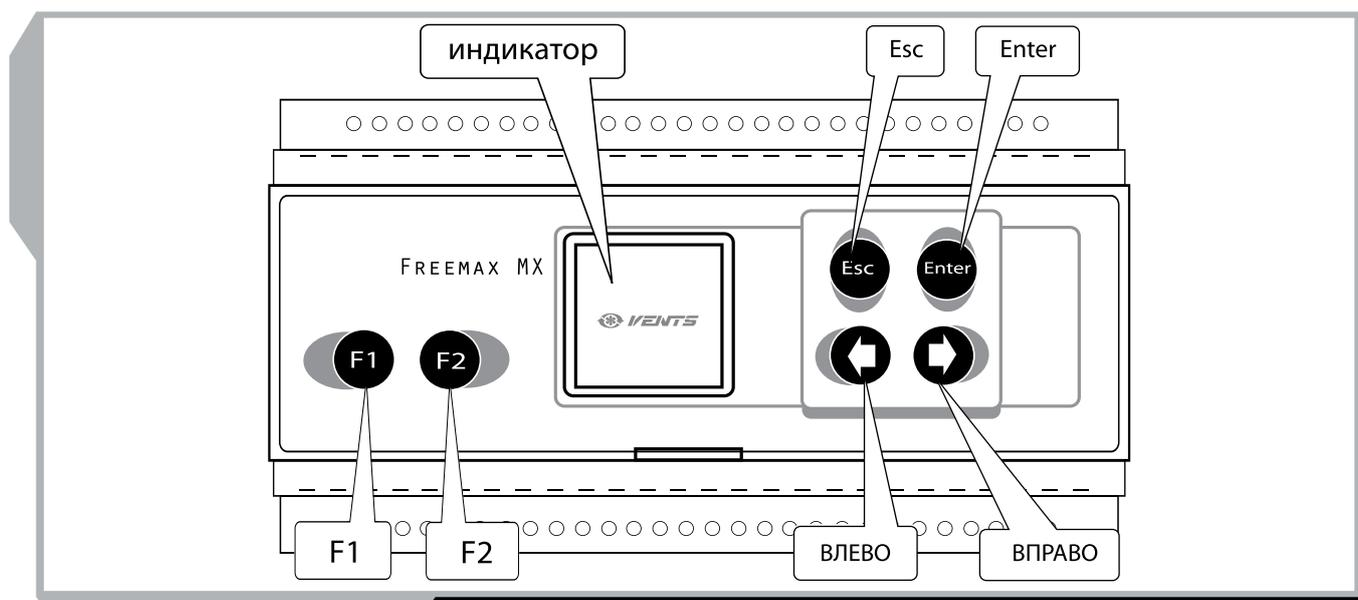

Рис. 9. Цифровой контроллер
Основным элементом блока управления является цифровой контроллер (рис. 9).
В случае возникновения угрозы замерзания водяного нагревателя по низкой температуре обратного теплоносителя (U2) (значение критической температуры, при которой срабатывает защита, задается из меню контроллера, параметр Тобр. угроз. (см. табл. 2), заводская установка +15°C), или по низкой температуре воздуха после водяного нагревателя (U1) (+5°C). Вентилятор выключается, клапан воздухонагревателя открывается на 100%-ый проток через водяной нагреватель. Если до возникновения аварии циркуляционный насос водяного нагревателя был отключен, то осуществится его автоматический запуск. Если до возникновения аварии циркуляционный насос водяного нагревателя был включен, то он будет продолжать работать. После выяснения и устранения причины неисправности необходимо разблокировать аварию, нажав кнопку пуска (1) на пульте управления (см. рис.9).